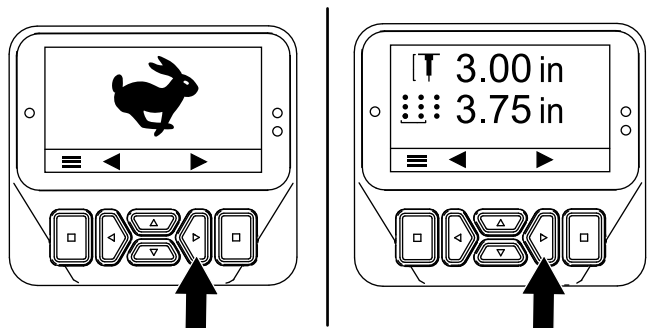
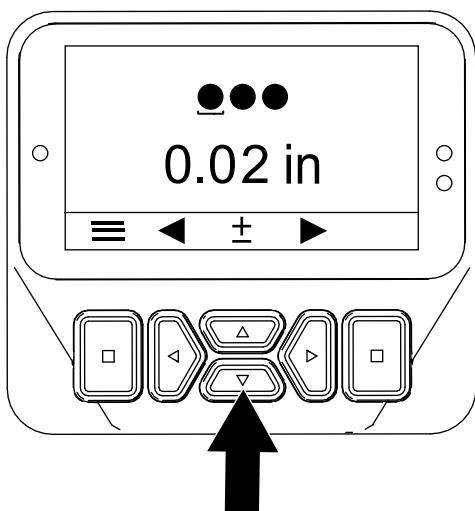

Figura 55
Figura 56
3. Premete il pulsante Destra fino a quando non viene visualizzata la schermata Impostazione del diametro delle fustelle (Figura 55 e Figura 56).
4. Regolate il diametro delle fustelle utilizzando i pulsanti Su e Giù (Figura 56) come segue: